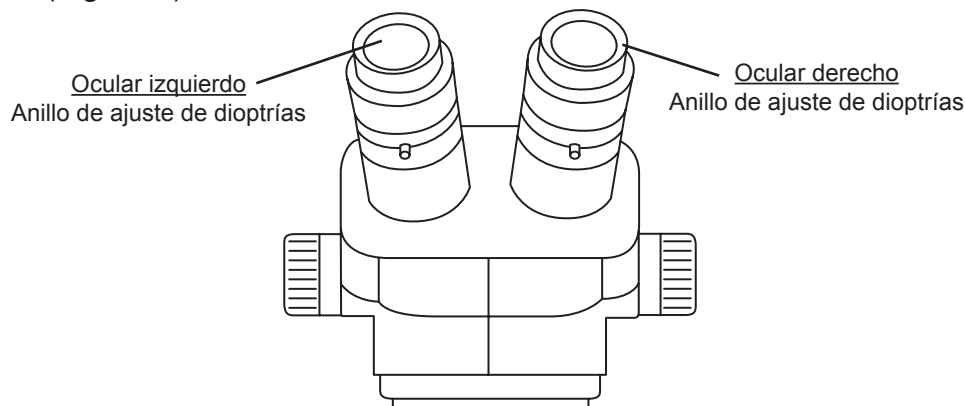

Figura 3.
5. Observe la muestra a través del ocular derecho y aclare la imagen girando el anillo de ajuste dióptrico derecho (Figura 3).